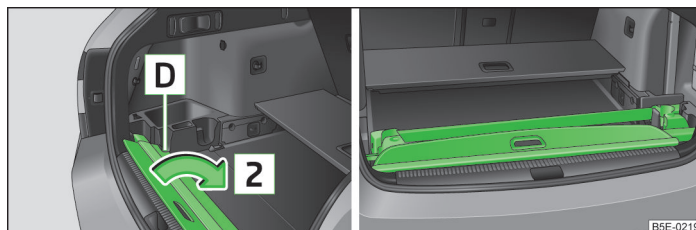

Fig. 88 Depozitarea capacului rulabil al portbagajului / depozitați corect suportul pentru portbagaj de acoperiș și capacul rulabil al portbagajului
- Împingeți partea din față a capacului rulant al portbagajului stânga sub o parte din capitonajul lateral **D** » fig. 88.
La depozitarea **simultană** a suportului pentru portbagaj de acoperiș a capacului rulant al portbagajului, partea din spate a capacului rulant al portbagajului trebuie să acopere suportul din spate pentru portbagajul de acoperiș » fig. 88.